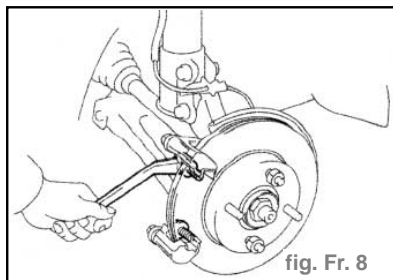

fig. Fr. 8
- Déposer les deux boulons de fixation et le support d'étrier de la fusée. (fig. Fr. 8)